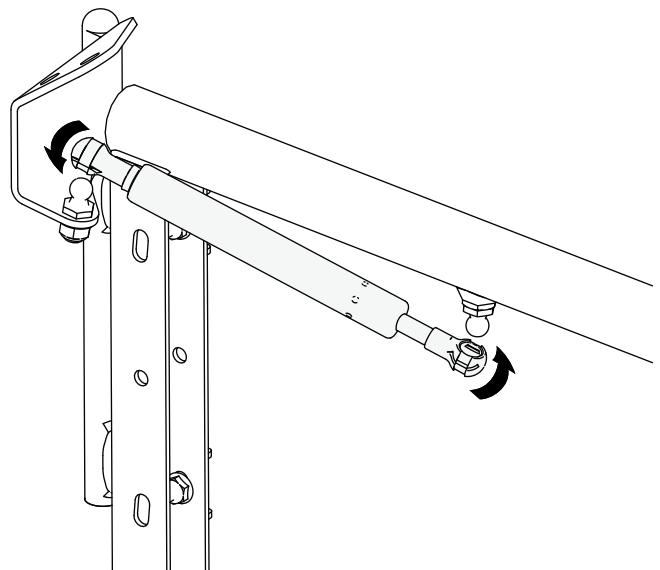

Figura 12
- Instale uma mola a gás nas cavilhas, como mostrado na Figura 12, com a extremidade fixa encaixada na dobradiça superior.